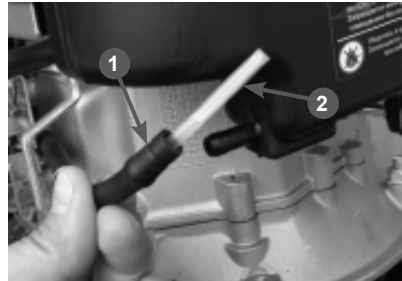

Рис. 15 Обслуживание топливного фильтра
- Извлеките из топливного шланга топливный фильтр (Рис. 15).